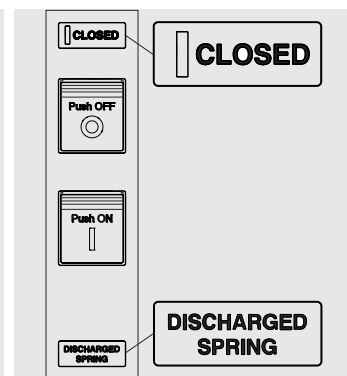

Figura 83
3. Interruptor cerrado con resortes descargados (véase Figura 83).